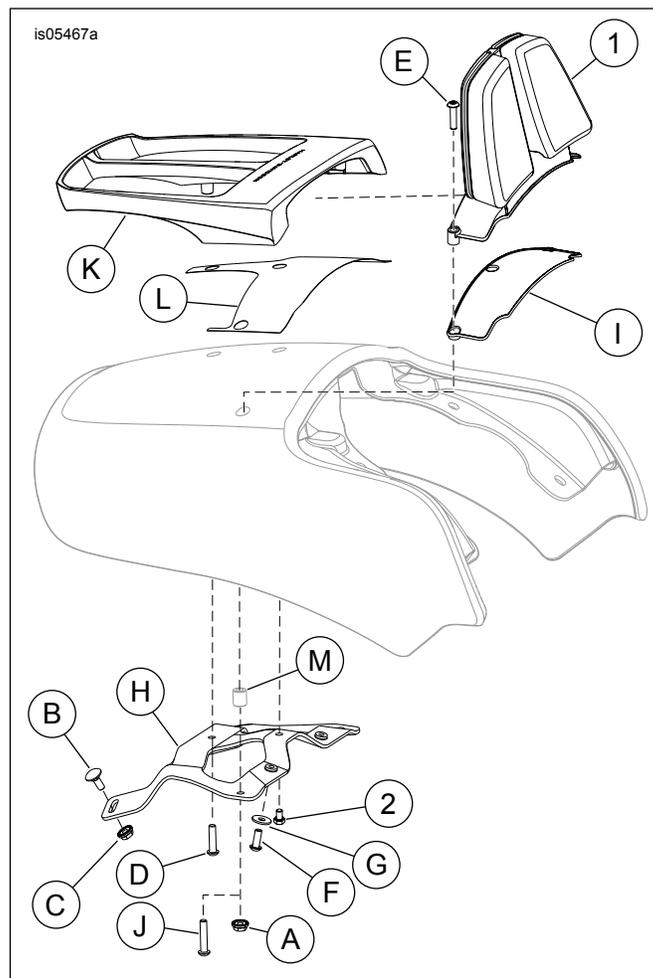

Figure 5. Pièces détachées : Montant VRSCF
Voir Figure 5 et Tableau 1.
1. Voir Figure 5. Retirer les boulons traversants (B) et les écrous à collet (C). Conserver pour l'installation.
2. Déposer les vis (D, F et J) et les rondelles (G). Conserver pour l'installation.
3. Déposer les entretoises (M). Jeter les entretoises.
4. Retirer le support de montage (H) et le porte-bagages (K). Conserver pour l'installation.
6. Voir Figure 5. Installer le montant (1) sur le joint en caoutchouc (I).
8. Aligner les trous de montage de l'attache de support (H) avec les trous de montage du montant.
9. Voir Figure 5. Installer le boulon (2) et serrer à la main.
10. Installer les deux vis (E) et écrous (A) dans les emplacements de montage extérieurs et serrer à la main.
12. Serrer le boulon (2) à un couple de 10–12 N·m (88–106 in-lbs).
6. Si le porte-bagages n'a pas été installé précédemment : Voir Figure 5. Placer le ruban protecteur (L) sur la surface peinte en utilisant les trous percés pour l'alignement.
7. Voir Figure 5. Glisser le montant (1) sur le porte-bagages (K).
9. Aligner les trous de montage de l'attache de support (H) avec les trous de montage du montant et du porte-bagages.
10. Voir Figure 5. Installer la vis (D) et serrer à la main.
11. Installer le boulon (2). Serrer à la main.
12. Installer les deux vis (J) dans les emplacements de montage avant et serrer à la main.
14. Serrer le boulon (2) à un couple de 10–12 N·m (88–106 **in-lbs**).
4. Voir Figure 5. Installer deux vis (F) et rondelles plates (G) à travers les trous du logement de siège et dans les écrous à souder sur l'attache de support (H). Serrer à la main.
7. Voir Figure 5. Serrer les écrous (C) et les vis (F) à un couple de 7–9 N·m (62–80 **in-lbs**).